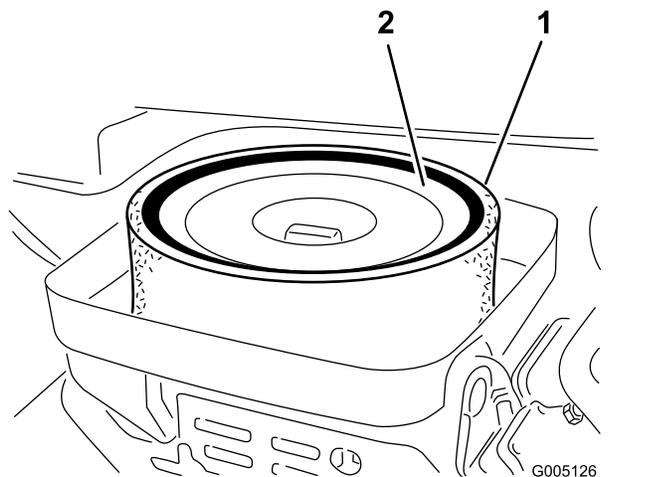

図 29
3. エレメントをエアクリーナに固定している蝶ナットを外す 図 29。
4. スポンジ 図 29を点検し、汚れていればペーパーエレメントから外す。以下の要領で丁寧に清掃してください